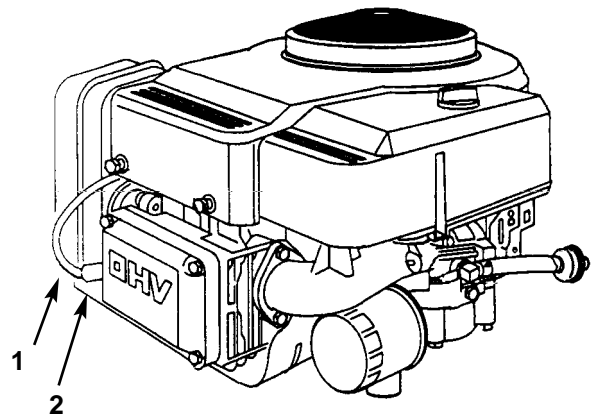

Figure 24
3. Débrancher le fil de la bougie d'allumage (Fig. 24), puis nettoyer la surface autour de la bougie pour éliminer les saletés qui pourraient tomber dans le moteur et l'endommager.
3. Brancher le fil sur la bougie d'allumage (Fig. 24).